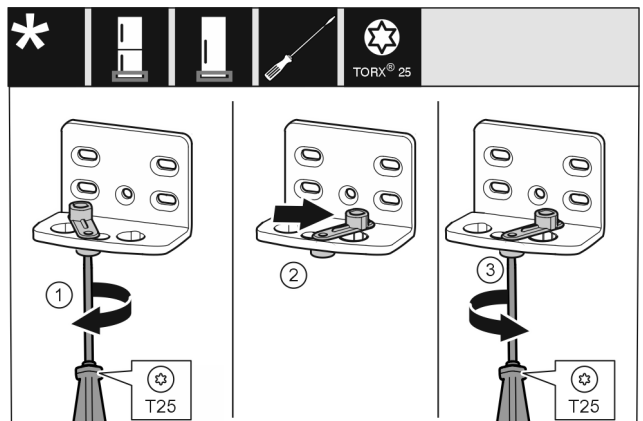

Fig. 16
- Lossa skruven Fig. 16 (1) med skruvmejseln.
- Lyft dörrstängningshjälpen Fig. 16 (2) och vrid den 90° åt höger i hålet.
- Skruva fast skruven Fig. 16 (3) med skruvmejsel.